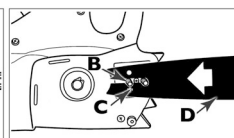

Fig. 3B
- Setzen Sie das geschlitzte Ende der Führungsschiene über die Schienenbolzen, so dass der Mitnehmer (B) in das untere Loch C) in der Führungsschiene (D) passt. (Siehe Abb. 3B)
- Schrauben (C) Sie die Spannungsplatte (D) auf die Schiene. (Siehe Abb. 3B)
- Halten Sie die Spitze der Schiene nach oben, verwenden Sie den Schraubendreher oder Schraubenschlüssel, sofern er in Ihrer Ausrüstung enthalten ist, um die Einstellschraube der Führungsschiene (F) (Abb. 3B) in Uhrzeigerichtung zu drehen, um die Kette festzuziehen. Drehen der Schraube GEGEN DEN UHRZEIGERSINN LOCKERT DIE KETTE auf der Führungsschiene.